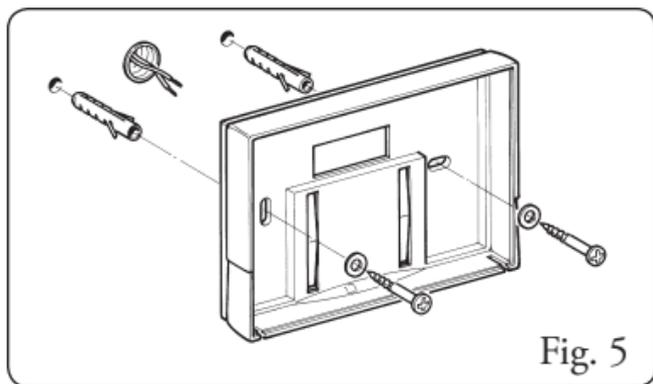

Fig. 5
2) Installare il Comando Remoto tramite gli appositi fori praticati nella parte posteriore dello stesso direttamente alla parete (Fig. 5) oppure su una scatola da incasso (Fig. 6) utilizzando le apposite viti fornite in dotazione.